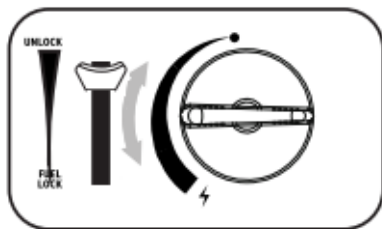

Рис. 11
1. Установить поворотный регулятор (17) в положение ВЫКЛ. (16).
3. После того, как пламя погашено, нажать рычаг блокировки баллона (20) вверх в положение UNLOCK (14). (Рис. 11)